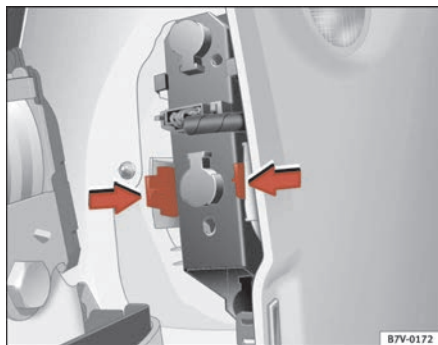

Abb. 165 Rücklichter an der Karosserie
- Drücken Sie die seitlichen Laschen in Pfeilrichtung ⇒ Abb. 165.